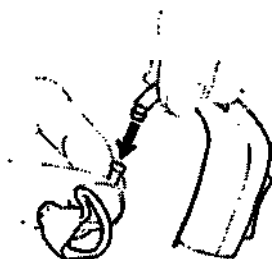

Рисунок 22 – Присоединение ушного вкладыша
- присоединить вкладыш к СА (рисунок 22).